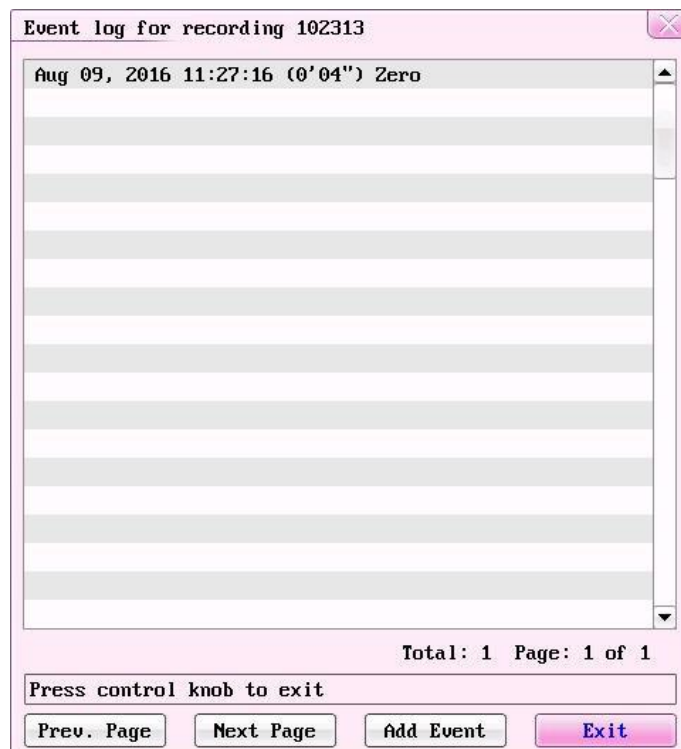

Fig. 8-5
- 1) Pressione a tecla **Leito** para selecionar a paciente atual e gire o botão de controle para selecionar a tecla do menu **Ferramentas** , pressione o botão de controle e entre no menu de atalho, mostrado na Fig. 8-3. Selecione o item **Log de Eventos** e entre na interface do Log de Eventos, conforme mostrado na Fig. 8-5.